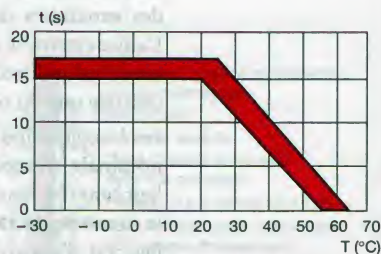
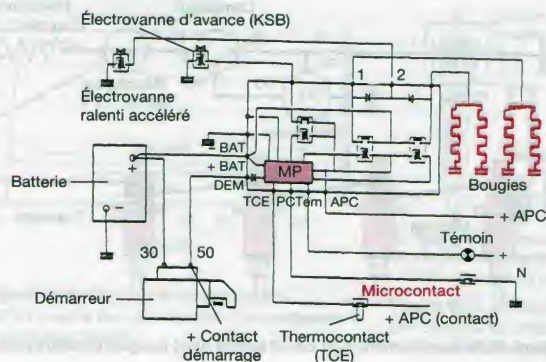

Figure 96.9. Postchauffage temporisé (Doc. Mercedes-Benz)
Figure 96.10. Circuit de pré/postchauffage avec alimentation deux par deux des bougies, en phase de postchauffage (Doc. Auto-Volt)
Le postchauffage apporte une amélioration de la qualité de combustion durant la phase froide du moteur diesel. Ce système permet une réduction sensible des nuisances dues à une basse température (fumées bleues, odeurs âcres, etc.), et correspond aux évolutions des normes internationales contre la pollution (fig. 96.9, 96.12 et 96.13).
- Mise en fonction par un relais de pré/postchauffage spécifique, avec temporisation supplémentaire après démarrage (fig. 96.10) en fonction de la température moteur et extérieure (fig. 96.9).
- Élimination de la temporisation du postchauffage dès le dépassement de la position « charge partielle », à l'aide d'un microcontacteur, commandé par le déplacement du levier de commande sur la pompe d'injection (fig. 96.10 et 96.11) (réglages, diagnostics).